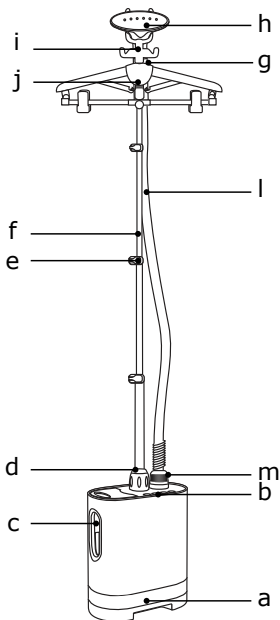

fig.1
2. Installez la tête de diffusion sur son support. (fig.1)